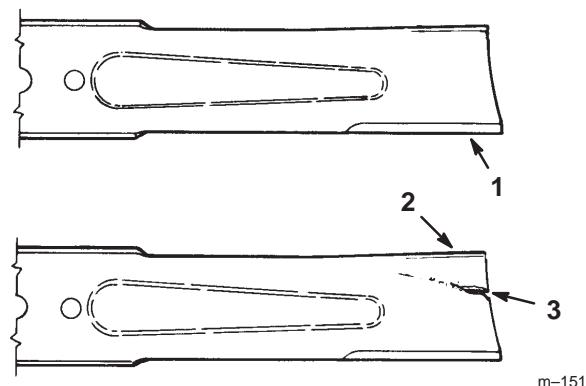

Figure 32
1. Inspectez les tranchants des lames (Fig. 32). Si les lames ne sont pas tranchantes ou si elles présentent des indentations, déposez-les et aiguisez-les (voir Aiguisage des lames, page 32).
2. Inspectez les lames, surtout la partie incurvée (Fig. 32). Remplacez immédiatement toute lame endommagée, usée ou qui présente une entaille (repère 3 de la Fig. 32).